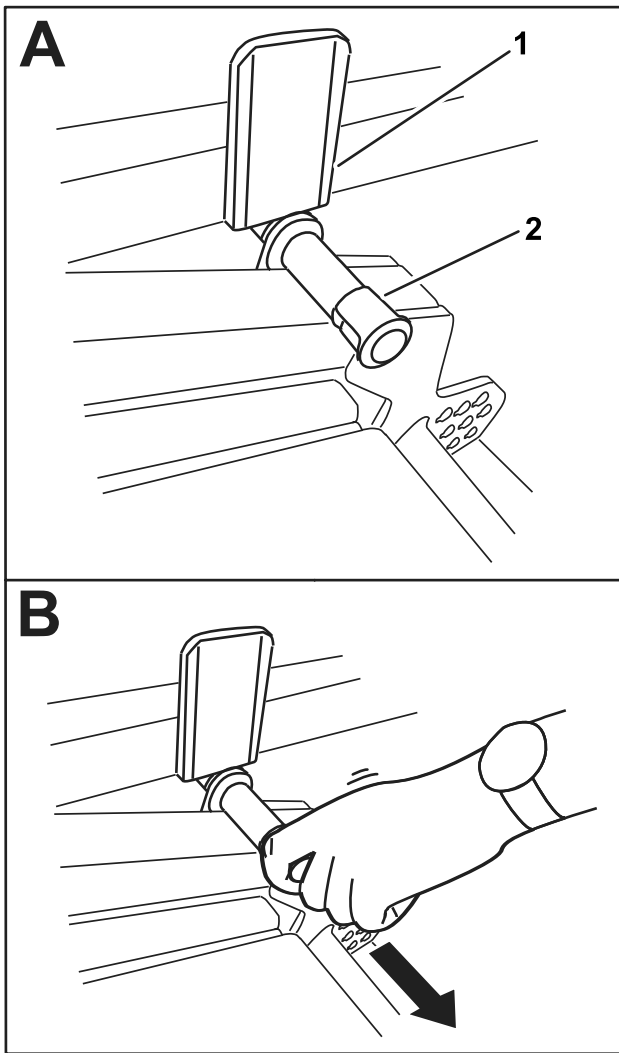

Figura 37
2. Ruotate lentamente l'apparato di taglio verso il basso sinché il perno non entra a contatto con la piastra del braccio di sollevamento (A nella Figura 37).
3. Esercitate una pressione sull'apparato di taglio con il piede, quindi estraete il perno (B nella Figura 37) per consentire all'apparato di taglio di sistemarsi in posizione di TRASPORTO.